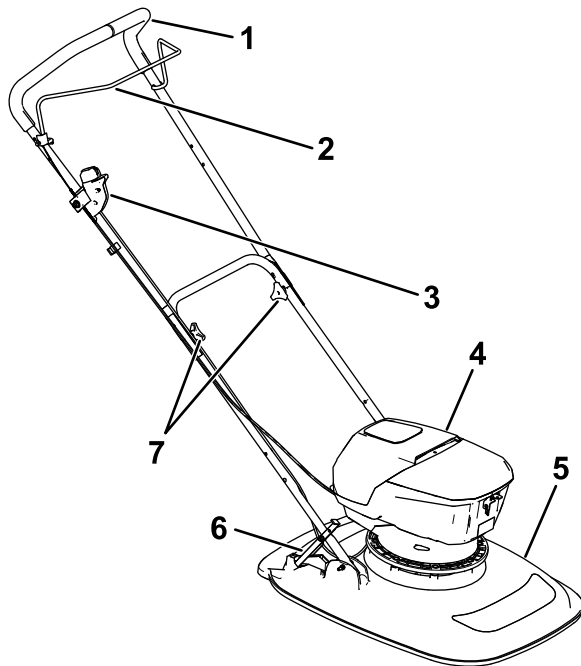

Figuur 12
- Monteer de elektrische startschakelaar op de duwboom zoals getoond (Figuur 12).